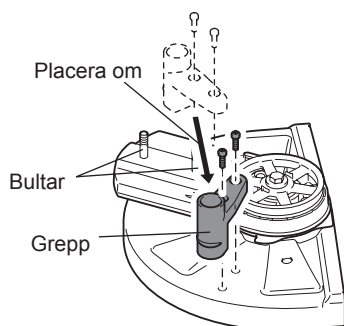

Fig. 5
- Ändra greppets läge. (Fig. 5)